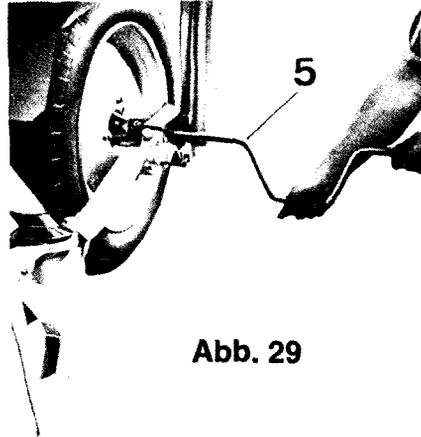

Abb. 29
4. Mit der Abdrehkurbel (Abb. 29/5) das rechte Laufrad einige Male im Uhrzeigersinn drehen, bis das Saatgut über die Bodenklappen in die Abdrehmulden fließt. Hiernach werden die in der Entleerungsmulde befindlichen Samenkörner in den Saatkasten zurückgeschüttet.